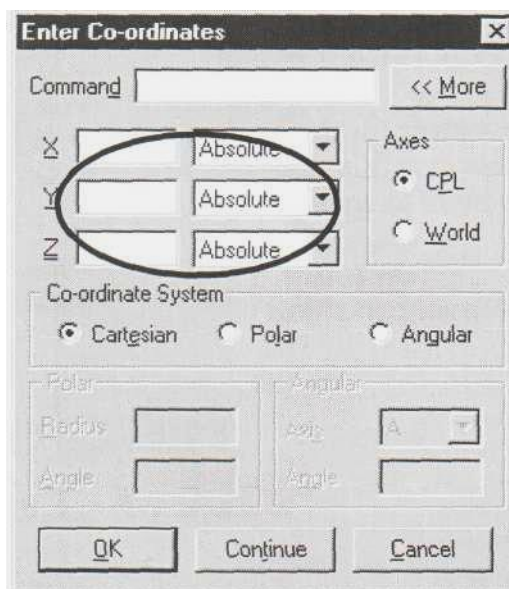

Рисунок 1.2 - Диалоговое окно ввода координат.
2. Выберите координаты с помощью пиктограммы Co-ordinate input и задайте начало линии X0 Y0 (рис. 1.2). Примечание: все чертежи представлены с учетом особенностей программы EdgeCam и отличны от стандарта.